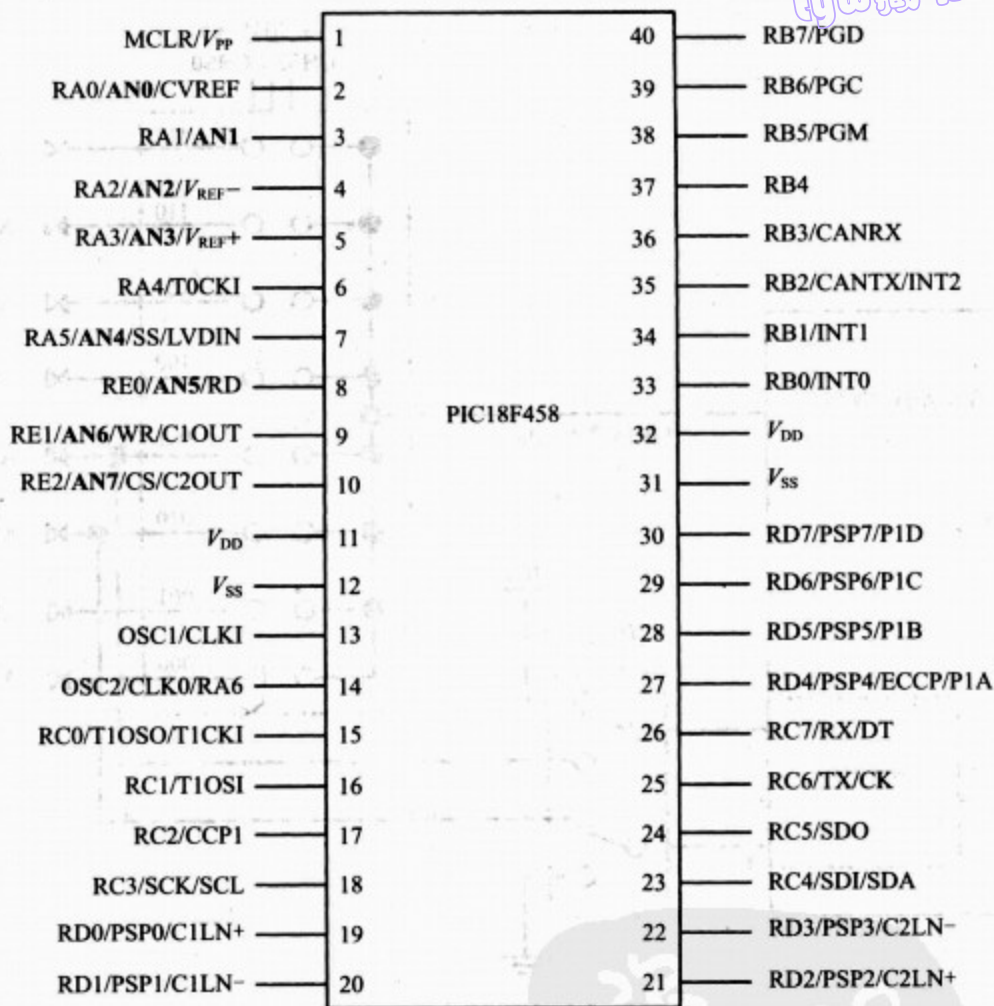
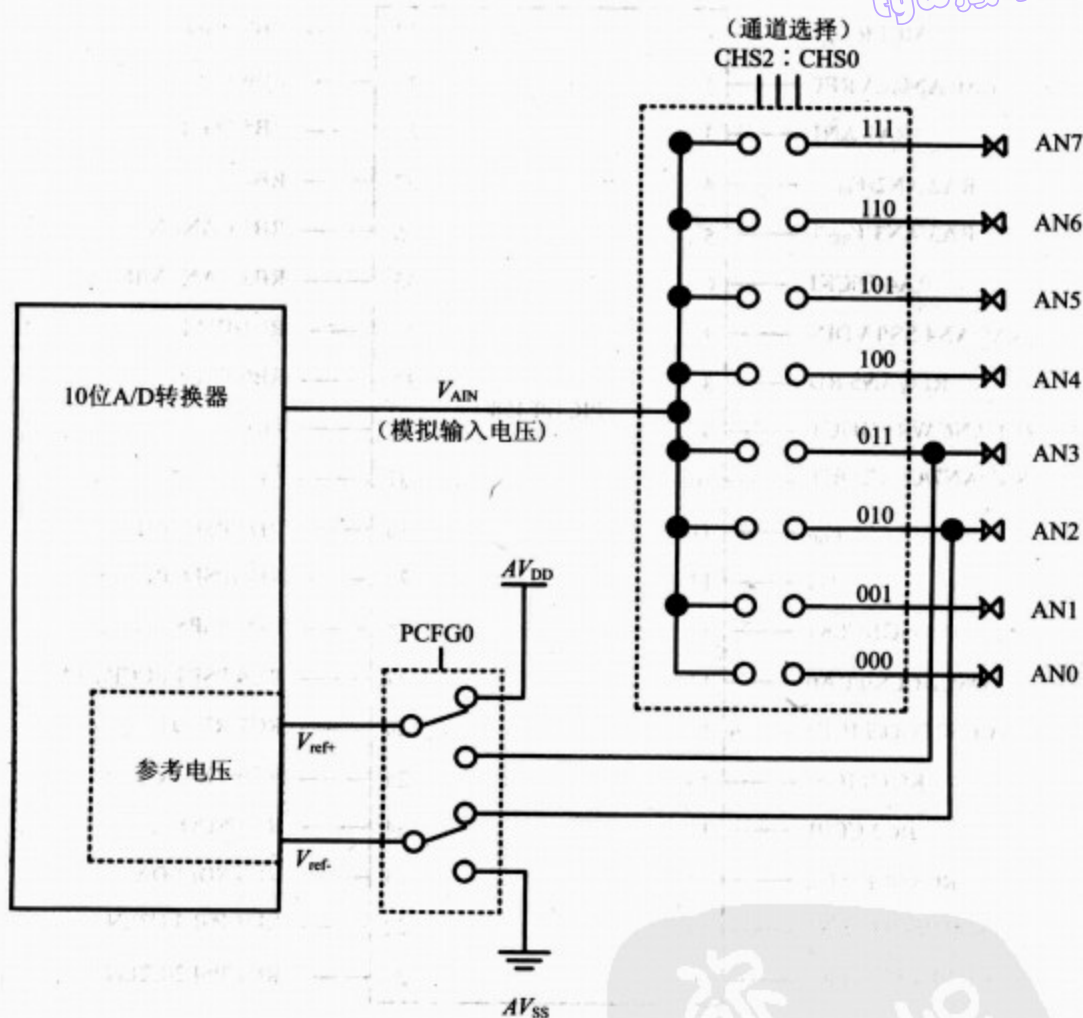

图 13-5a PIC18F458 的 ADC 通道引脚(图中粗体字部分)
图 13-5b PIC18 的 ADC 通道和参考电压选择
- (1) 它是一个 10 位的 ADC。
- (2) 根据不同的型号,它有 5~15 个数量不等的模拟输入通道。在 PIC18452/458 中,引脚 PORTA 的  $RA0\sim RA7$  是用作 8 位模拟通道的。如图 13-5a 和图 13-5b 所示。
- (3) 转换后的输出二进制数存放在两个特殊寄存器 ADRESL(A/D 结果的低位)和 ADRESH(A/D 结果的高位)中。
- (4) ADRESL 寄存器提供的是 16 位的数据宽度,而 ADC 输出数据只有 10 位,因此其中的 6 位是未使用的。读者可以选择该 6 位的未使用位是在高 6 位还是在低 6 位。
- (5) 可以选用 PIC18 芯片自身的电压源  $V_{DD}(V_{CC})$  来作为  $V_{ref}$ ,也可以选用外部电压源作为  $V_{ref}$ 。
- (6) 数据转换的时间由 OSC 引脚的晶振频率决定。当 PIC18 的晶振的最高频率为 40 MHz 时,转换时间应不小于 1.6 ms。
- (7) 使用  $V_{ref}(+)$  和  $V_{ref}(-)$ ,根据  $V_{ref}=V_{ref}(+)-V_{ref}(-)$ ,它就可以得到不同的差动的  $V_{ref}$  电压。